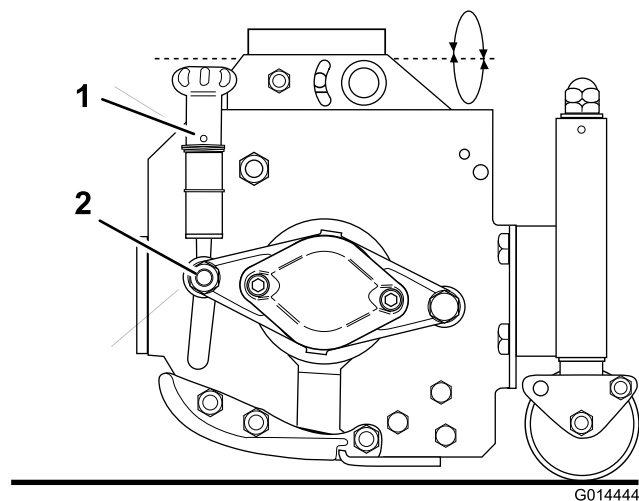

Bild 71
3. Wenn eine Anpassung nötig ist, gehen Sie wie folgt vor, lösen Sie die Mutter (Bild 71) um eine 1/4 Drehung an beiden Enden.
4. Drehen Sie das Handrad (Bild 71) abwechselnd an beiden Enden, während Sie den Schneidzylinder rückwärts drehen, bis das Untermesser über seine gesamte Länge hinweg leichten Kontakt mit dem Zylinder hat.
6. Ziehen Sie die Mutter (Bild 71) an beiden Enden an.